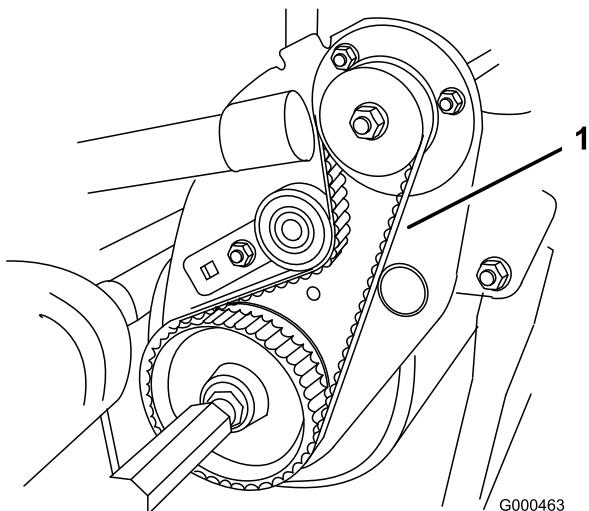

図 45
2. プーリ間の中央でベルト（図 45）を指で押して点検する。押す力は $1.8 \pm 0.5$  kg 程度。 $4.8 \sim 7.9$  mm 程度のたわみが出るのが適正である。たわみの量が適正でない場合は以下の手順へ進む。